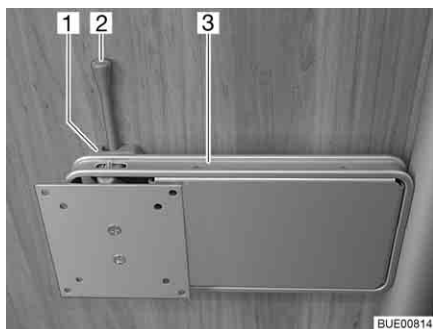
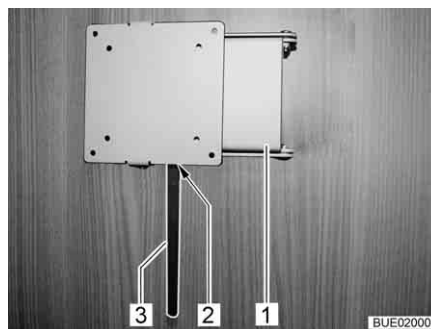

Fig. 52 Support sur colonne
Fig. 53 Support sur colonne (alternative)
- Pousser le levier de déverrouillage (Fig. 52,2 ou Fig. 53,3) sur le côté et faire pivoter le support (Fig. 52,3 ou Fig. 53,1) et l'écran plat dans la position souhaitée.
- Pivoter l'écran plat en sens inverse, jusqu'à ce que le support (Fig. 52,3 ou Fig. 53,1) s'enclenche dans le verrouillage (Fig. 52,1 ou Fig. 53,2).